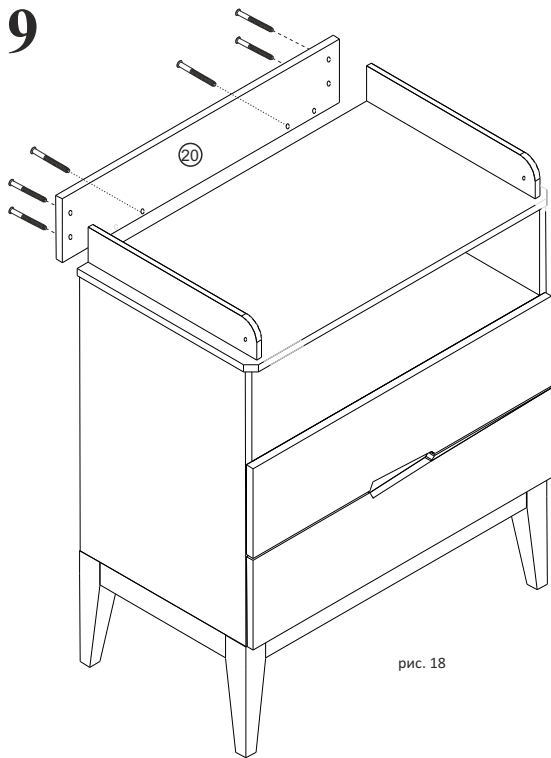

рис. 18
9. Согласно схеме (рис.18) соединить деталь 20 с помощью евровинтов 7X50 (№ 1) к торцам боковых стенок пеленальной наклейки.